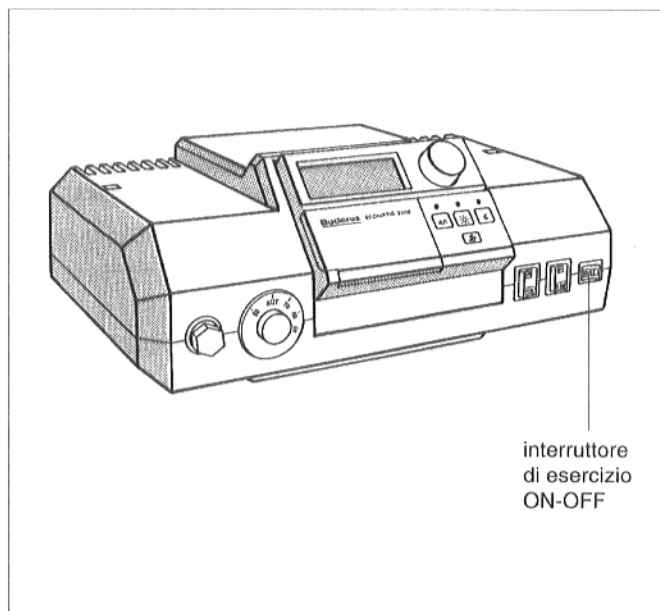

Fig. 39: Apparecchio di regolazione 2000
- Mettere l'interruttore d'esercizio (Fig. 39 fino a 41) nella posizione 0 (OFF).